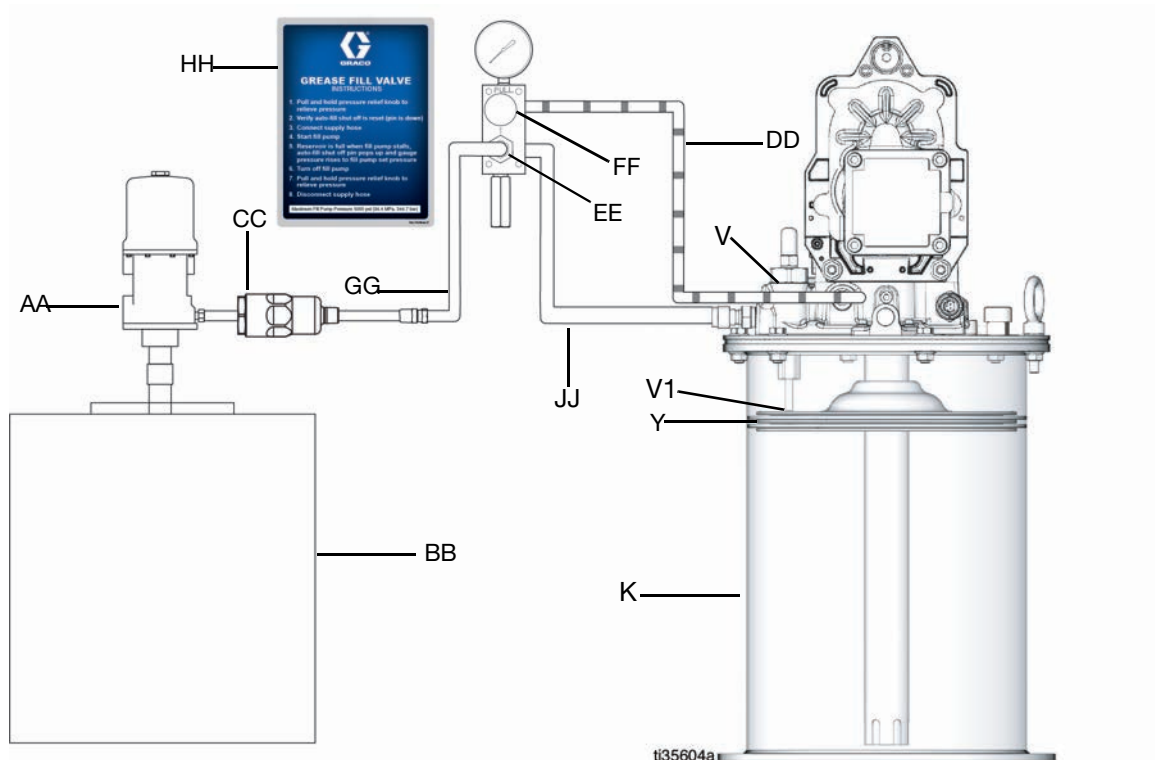

Fig. 16
- Raccordez le flexible d'alimentation (JJ) entre la pompe de la station de remplissage distante (AA) et le port du manchon de raccordement de remplissage (FC) marqué d'un « 1 » (FIG. 16).
- Démarrez la pompe de la station de remplissage distante (AA).
- Lorsque le réservoir (K) est rempli :
- la pompe de la station de remplissage distante (AA) cale (se bloque),
- Arrêtez la pompe de la station de remplissage distante (AA) (FIG. 16).